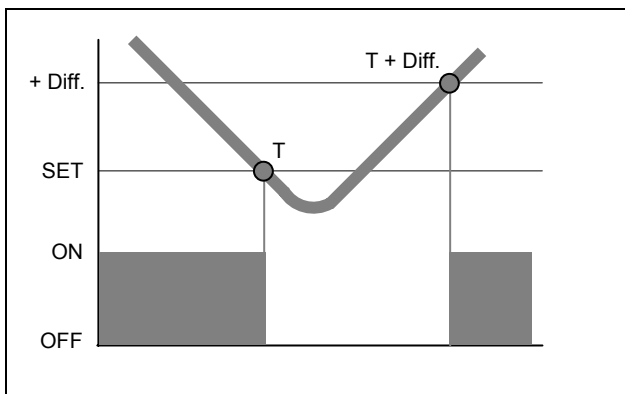

Рисунок 29 – ПРИНЦИП РАБОТЫ в MODALITA' Tamb/TEst В РЕЖИМЕ КОНДИЦИОНИРОВАНИЯ
В режиме кондиционирования (смотри Рисунок 29), система включена, пока не достигнуто заданная температура воздуха (T); ири достижении этого значения (T), система выключается и снова включается, если достигается температура, равная заданной температуре воздуха плюс заданное значение дифференциала (T + Diff).